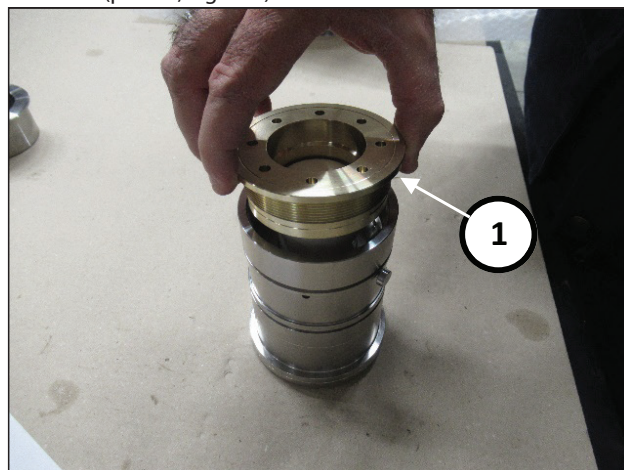
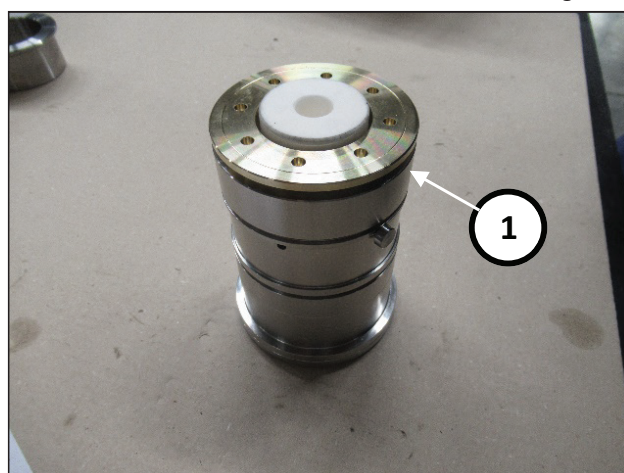

Fig. 186
Fig. 187
Sfilare il tampone interno e l'anello esterno dell'attrezzo cod.27945400 e avvitare il supporto guarnizione completo di guarnizione di bassa pressione e O-ring (pos. ①, Fig. 186) fino a battuta (pos. ①, Fig. 187)